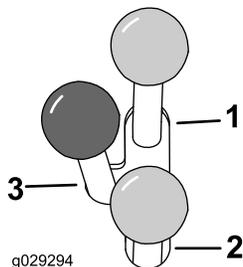

図 12
- 油圧アタッチメントを正転前転させるときは、補助油圧レバーを前へ押しします 図 12。
- 油圧アタッチメントを逆転後転させるときは、補助油圧レバーを後へ押しします 図 12。
注 前進位置や後退位置でレバーから手を離すと、レバーは自動的にニュートラル位置に戻ります 図 12。